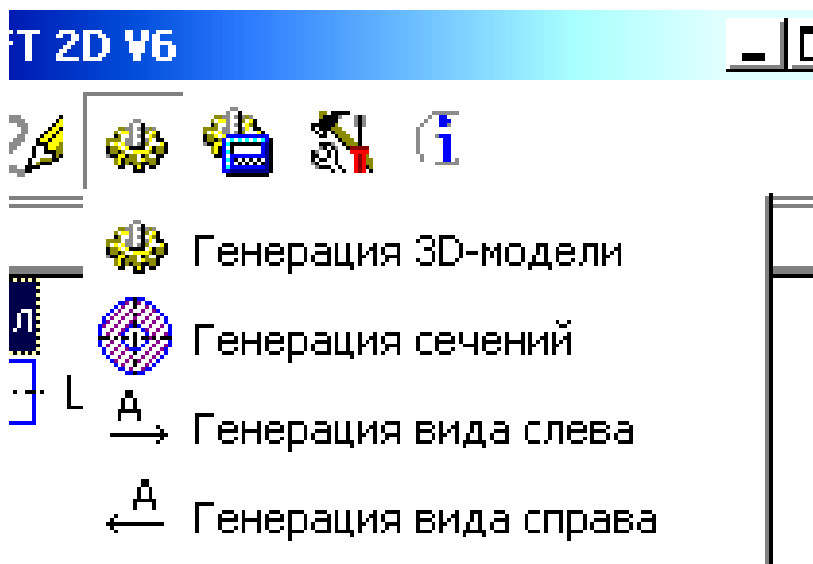

Рисунок 2.11 — Группа команд дополнительные построения
4) Задайте требуемые параметры ступени (рисунок 2.11).